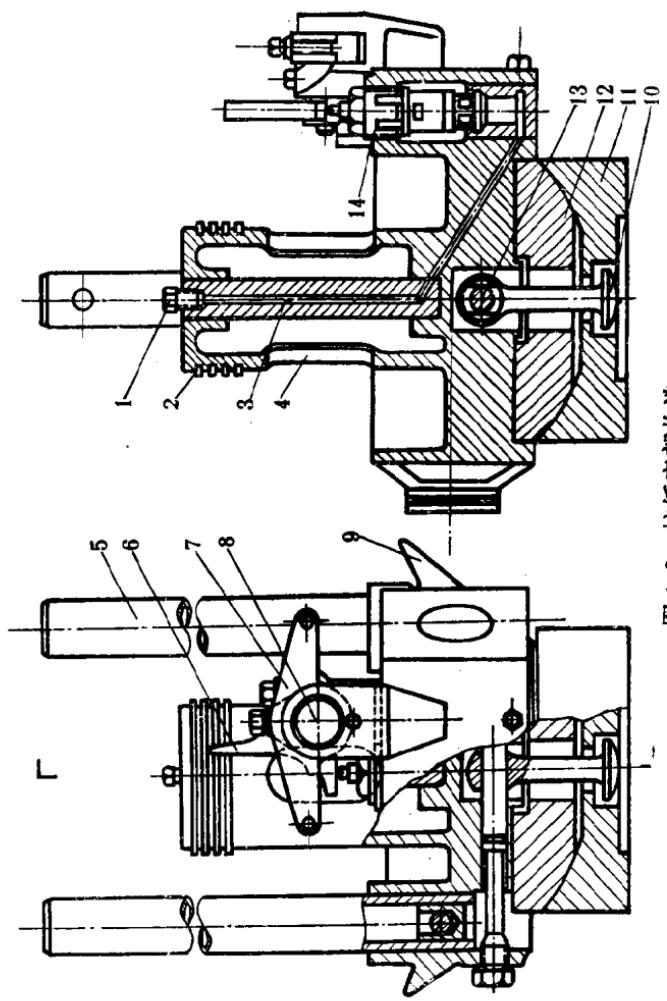

图 1-3 桩锤底部构造
1. 活塞：图 1-3 为桩锤底部构造，活塞(4)和基座铸成一体并垂直于基座。上部装有四根活塞环(2)，中间有油道(3)通到活塞顶上的喷油嘴(1)，活塞基座的内腔为燃油箱，基座的一旁还有导槽(又名鸠尾槽)与龙门上的导轨相配合。